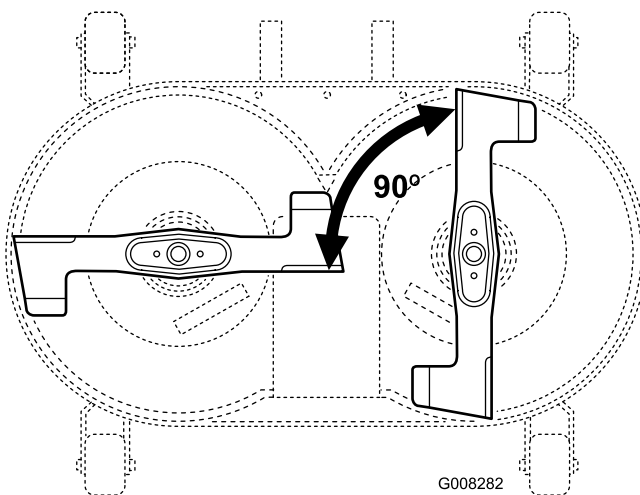

Figure 41
- Placez les lames à 90° l'une de l'autre (Figure 41).